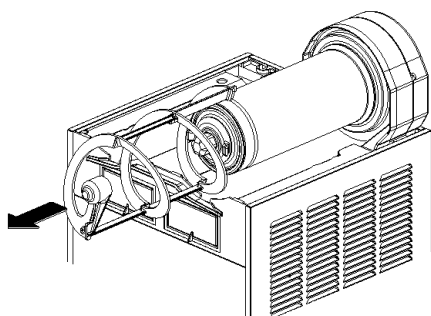
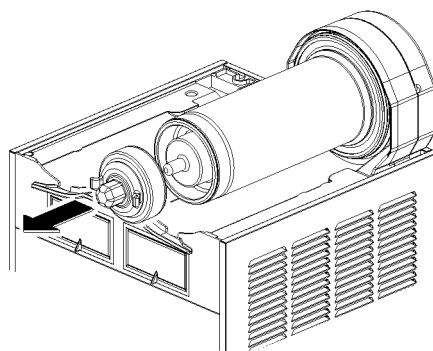

figura 7
figura 8
- 3 Desenfiar del evaporador el rascador exterior (ver figura 7) y después el Rotor magnético externo completo (ver figura 8).